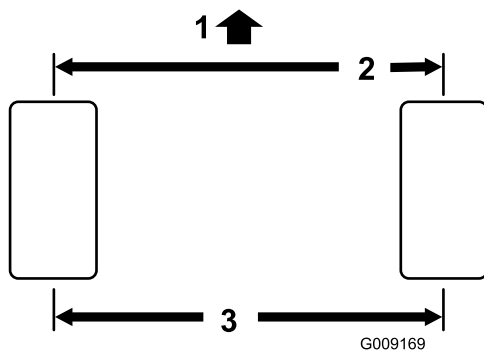

図 74
- 後輪の前と後ろで、左右のタイヤの中央線間距離を測る（アクスルの高さ位置で計測）。前での計測が 3 mm 小さければ正常である（図 74）。